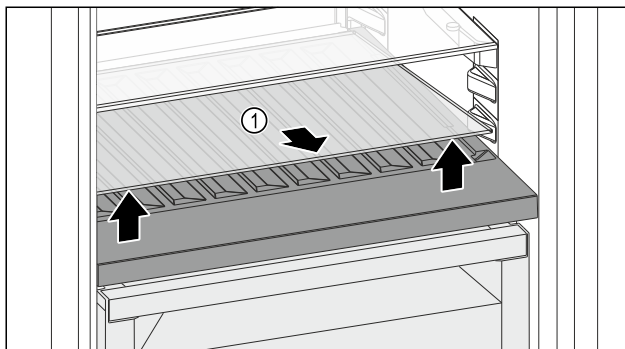

Fig. 105
- Glasplatte Fig. 105 (1) an der Aussparung vorne anheben und herausnehmen.
- Glasplatte Fig. 105 (1) außerhalb des Geräts sicher aufbewahren.
- Glasplatte (2) unter der variablen Flaschenablage einlegen.